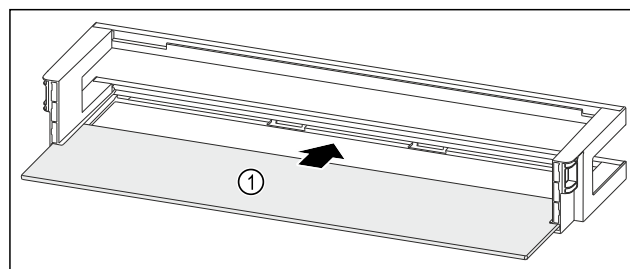

Fig. 224 Türabsteller mit Abstellfläche
- Abstellfläche Fig. 224 (1) in die seitlichen Aussparungen einschieben.